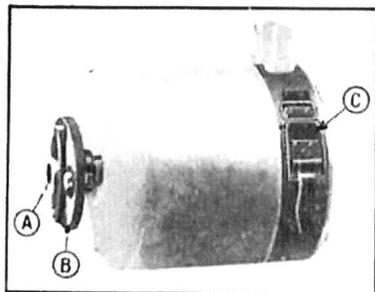

Fig. 324. — Ensemble de la dynamo.
- 4—Dégrafer la bride (C) de fermeture de dynamo ou démonter le capot tôle de protection, selon le modèle (fig. 324).